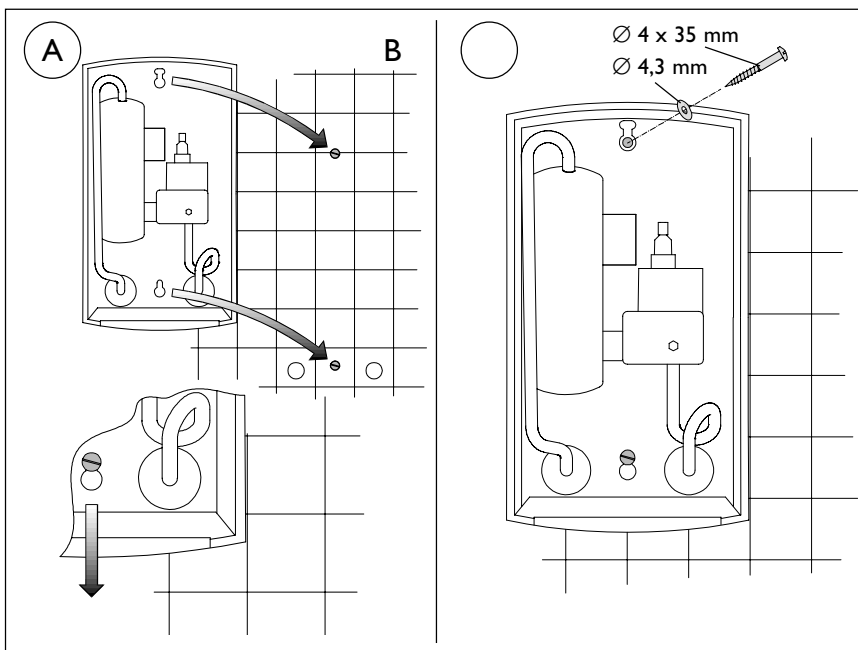

Рис. 9
**Указание:** При замене старого прибора типа ДНС (старые отверстия могут использоваться) дополнительно ввинтить верхние винты и использовать прилагаемые шайбы (рис. 9 В).
5. При подштукатурном монтаже водопровода ввинтить в стенную шайбу в соответствии с рис. 12. Прибор насадить на винты и зафиксировать (рис. 9 А).